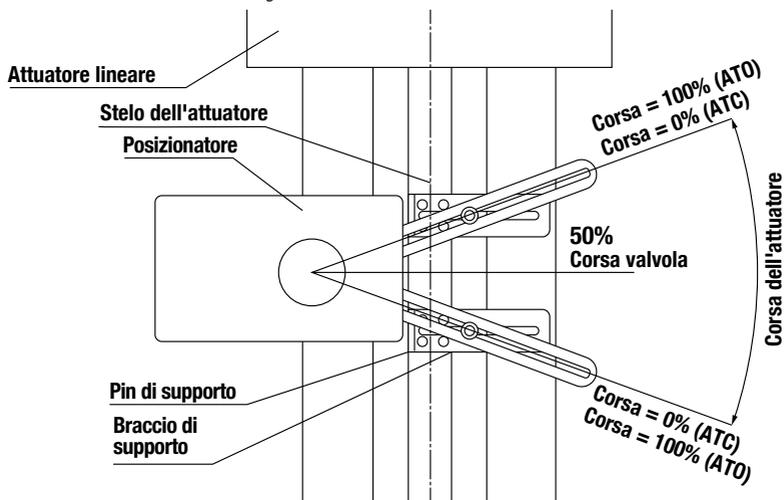

Figura 4. Regolazione di base per un attuatore pneumatico lineare
**Nota:** Un montaggio leggermente asimmetrico aumenta lo scostamento della linearità ma non influisce sulle prestazioni del dispositivo. A seconda delle dimensioni e della corsa dell'attuatore, potrebbe essere necessario ruotare di 180° il braccio di distacco (Figura 4) e fissarlo sul lato opposto della staffa di serraggio dello stelo.
### **Regolazione del perno di trascinamento (Figura 4)**